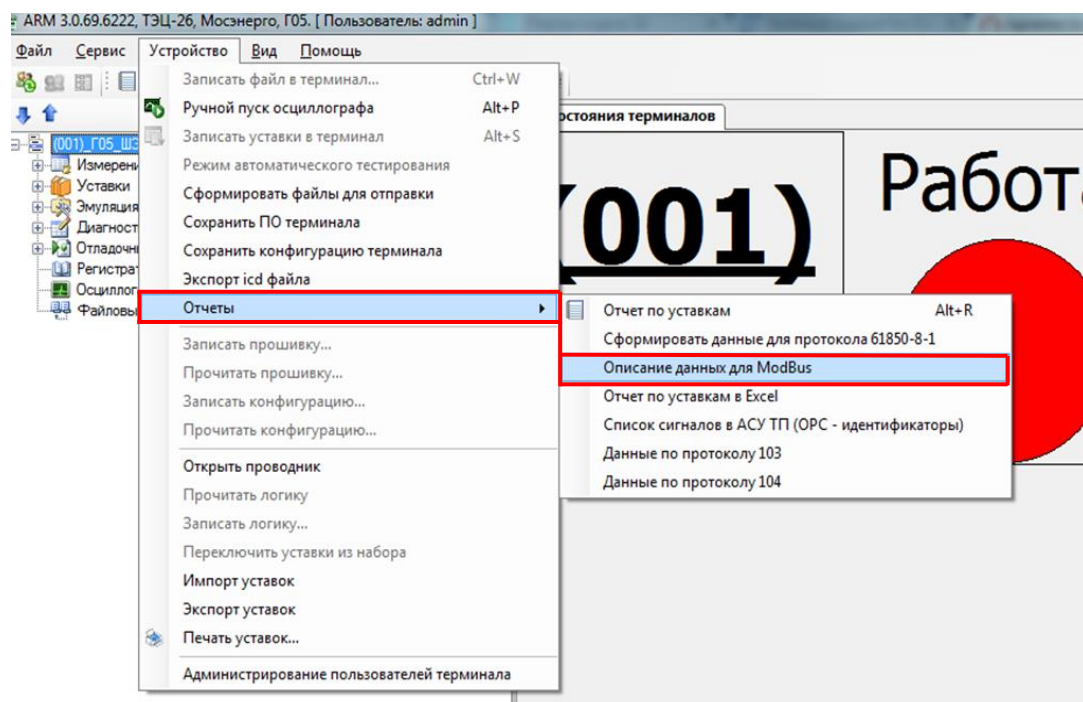
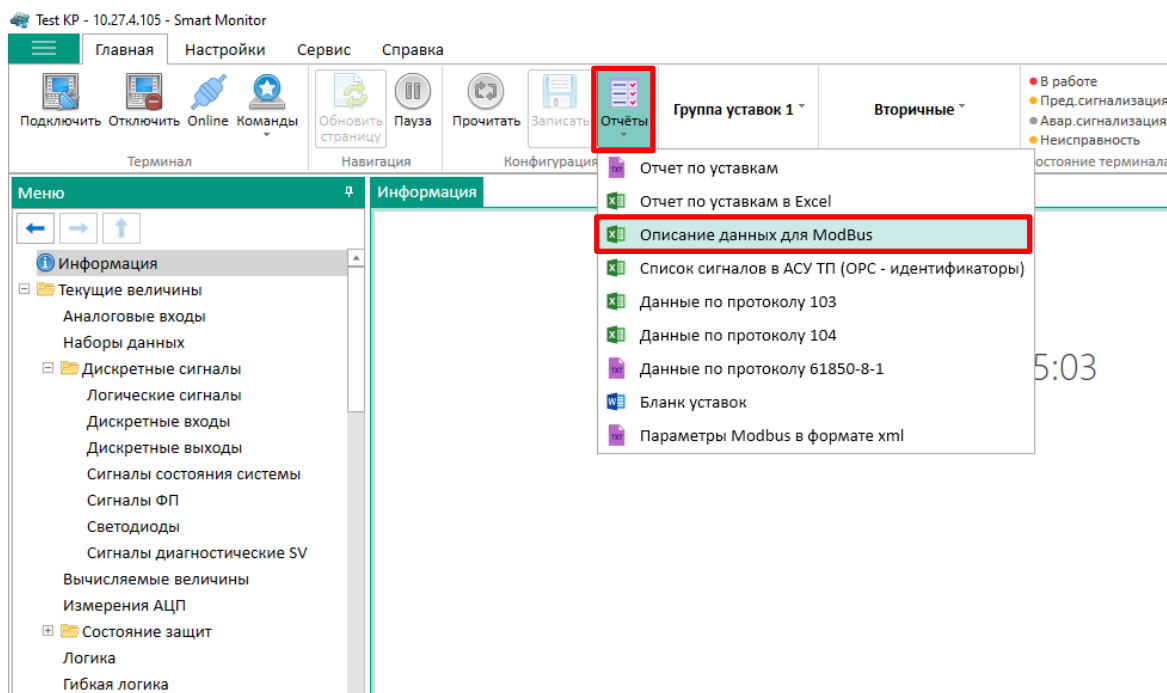

Рисунок 1
Рисунок 2
3.6.5 Номер группы от 1 до 6, номер события в группе от 0 до количества событий в группе. Общий размер всех групп, упакованных в 16-разрядные слова, зависит от конфигурации (см. таблицу 29). Более подробную информацию можно посмотреть в программах АРМ-релейщика и Smart Monitor. Для формирования отчета в программе АРМ-релейщика необходимо выбрать пункт главного меню **Устройство** → **Отчеты** → **Описание данных для Modbus** (см. рисунок 1). В программе Smart Monitor следует выбрать пункт главного меню **Отчеты** → **Описание данных для Modbus** (см. рисунок 2). В регистраторе доступны только те события, которые заведены на регистрацию в конфигурации.